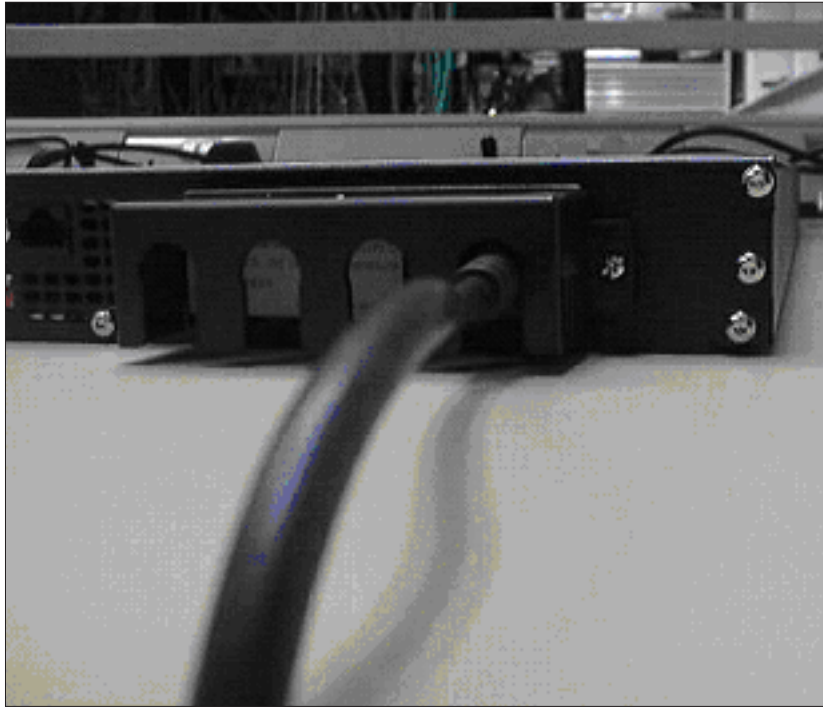

図 25. 2145 UPS-IU 電源ケーブル保持ブラケット
5. 54 ページの図 25 に示されるように、それぞれの側で 1 つのねじでブラケットを所定の位置で固定します。54 ページの図 25.